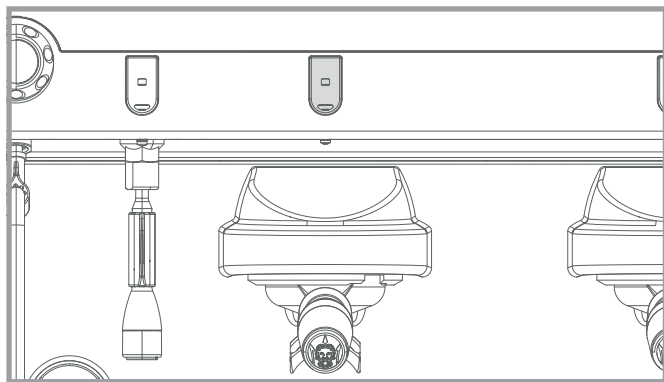

Fig. 5.2 - Comandi apparecchio
- Premere il tasto erogazione dose corrispondente alla dose desiderata (☐/☐/☐/☐); premere il tasto erogazione per la versione semi-automatica (vedere Fig. 5.2).